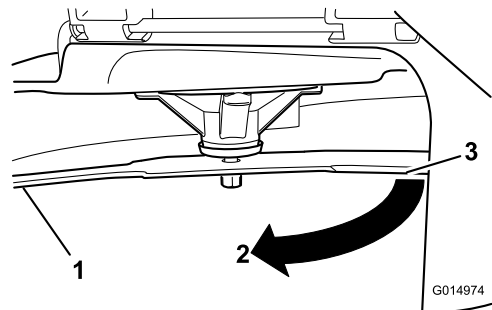

Figure 59
4. Tournez la même lame de 180 degrés pour amener l'autre tranchant à la même position (Figure 59).